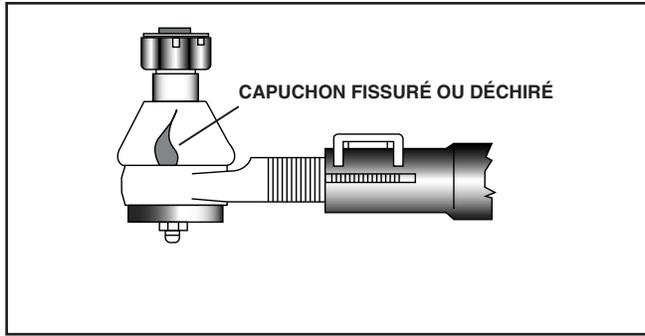

Figure 6 - Capuchon endommagé
1. S'assurer que le capuchon couvre complètement la rotule de la tige d'accouplement sans fissures ni déchirures. Si le capuchon est endommagé, l'embout de la tige d'accouplement doit être remplacé. Voir Figure 6.